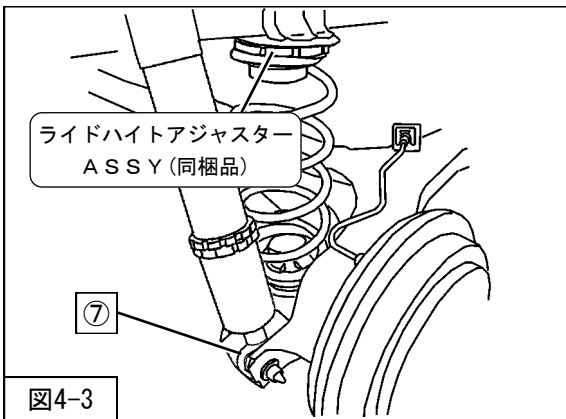
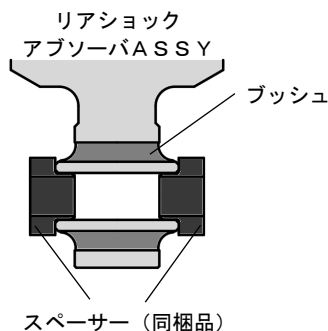

図4-3
図4-4
- 5. アクスルビームをジャッキで下から支えながら、ラバーシート（同梱品）ライドハイトアジャスターASSY（同梱品）リアスプリング（同梱品）ロアマウンティングラバー（純正部品加工）を車両に取付けてください。（図4-3）
- 6. スペーサー（同梱品）をリアショックアブソーバASSY下側のブッシュ両端に取付け、リアショックアブソーバASSY（同梱品）⑦リアショックアブソーバASSYロア取付ボルト（締付トルク：54N・m）を取付けてください。（図4-3・図4-4）